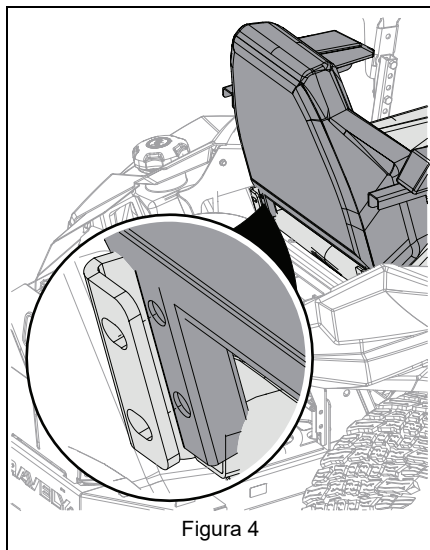

Figura 4
2. Alinee los orificios del respaldo con los orificios de la base del asiento. Consulte Figura 4.